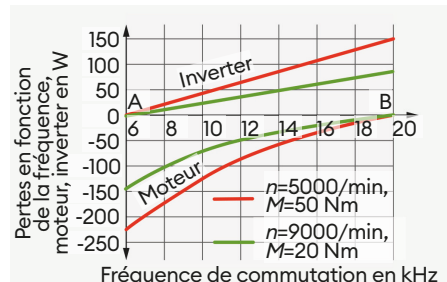

Fig. 3 : Pertes mesurées liées aux points de référence A (onduleur) et B (moteur).
Plus la fréquence de commutation est élevée, meilleur est le rendement du moteur, mais celui de l'électronique de puissance se détériore car les semi-conducteurs de puissance doivent commuter plus fréquemment. Ceci est indiqué par les courbes de la fig. 3. Les pertes dans l'électronique de puissance augmentent linéairement avec la fréquence, mais les pertes du moteur diminuent considérablement jusqu'à une fréquence de 16 kHz. Dans le schéma, le point à 6 kHz (A) pour l'électronique de puissance et à 20 kHz (B) pour le moteur est la référence. Soit un compromis doit être trouvé, soit la fréquence de commutation doit être ajustée pendant le fonctionnement.